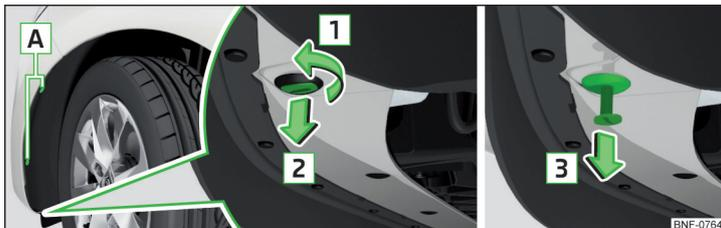

Abb. 145 Radhausverkleidung abnehmen
- › Mit dem Schraubendreher des Bordwerkzeugs die Schrauben **A** » Abb. 145 aus der Radhausverkleidung herausschrauben.
- › Den mit dem Schlitz versehenen Teil der Spreizniete entgegen der Pfeilrichtung **2** einstecken und eine Viertelumdrehung entgegen der Pfeilrichtung **1** » Abb. 145 drehen.